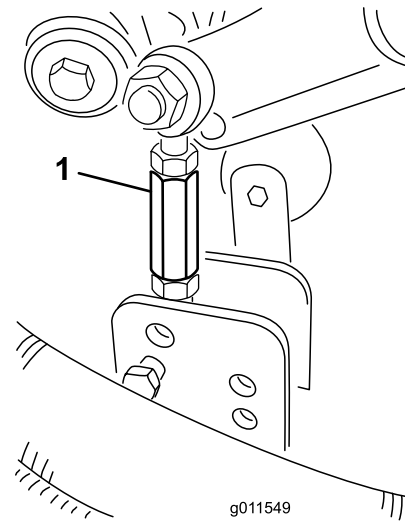
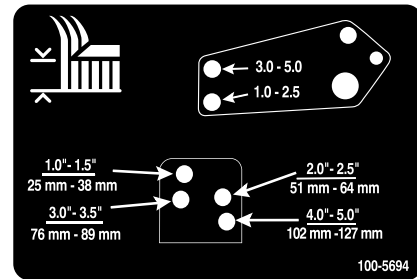

Bild 26
Bild 27
- 8. Entfernen Sie die Splints und Lastösenbolzen, mit denen die Stoßdämpferverbindungen an den Mähwerkbügeln befestigt sind (Bild 26). Fluchten Sie die Stoßdämpferverbindungslöcher mit den ausgewählten Löchern im Schnitthöheneinstellbügel am Mähwerkrahmen ab (Bild 27), stecken die Lastösenbolzen ein und bringen die Splinte an.